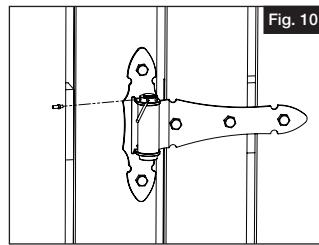

Fig. 10
- a. To increase tension, close gate and use provided adjustment rod to turn tension barrel a maximum of 3 increments. Holding the rod in place, insert the tension pin in the open slot closest to the post on the side opposite of the gate (Fig. 10).
- a. Pour augmenter la tension, fermer la barrière et utiliser la tige de réglage fournie pour tourner le bariillet de tension de 3 incrément maximum. En maintenant la tige en place, insérer la goupille de tension dans la fente ouverte la plus proche du poteau du côté opposé de la barrière (Fig. 10).
- a. Para aumentar la tensión, cierre el portón y utilice la varilla de ajuste suministrada para girar el barril de tensión un máximo de 3 incrementos. Con la varilla en su sitio, introduzca la clavija de tensión en la ranura abierta más cercana al poste en el lado opuesto al portón (Fig. 10).